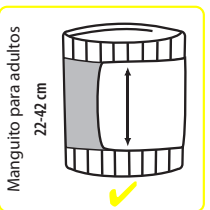

Fig. 5
6. El manguito estará listo para usar si las puntas de las flechas coinciden con el patrón de rayas de la otra parte del manguito una vez que se ajusta este alrededor del brazo (Fig. 5).